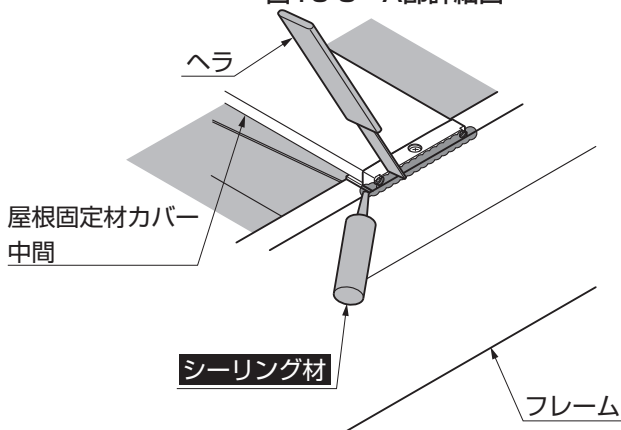
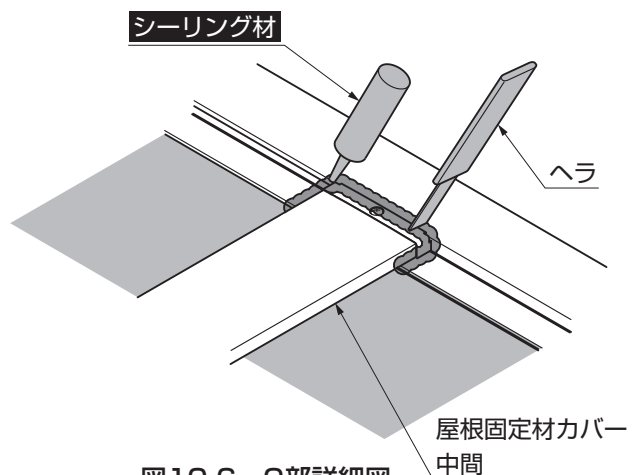

図10-5 C部詳細図
図10-6 C部詳細図
- ③ C部シングル屋根のフレーム、固定材キャップ中間の接合部へシーリング処理をしてください。(図10-5、図10-6参照)